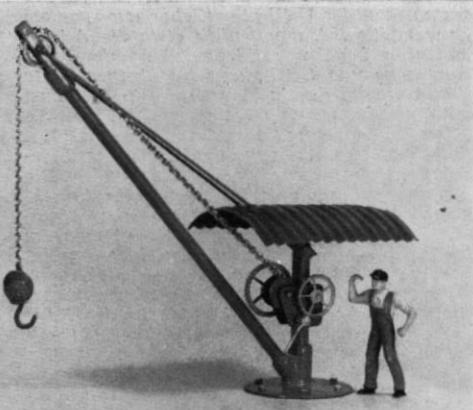

Abb. 2. Der fertig montierte und gestrichene Drehkran.
(Abb. 2). Damit er auch gedreht werden kann, lässt man ihn mit der etwa 5 mm unten über die Standplatte (4) vorstehenden Kransäule in ein 3 mm weites Loch in der Anlagenplatte oder in einem Sockel ein. Die fest mit der Kransäule verbundene Standplatte verhindert dabei ein Kippen.